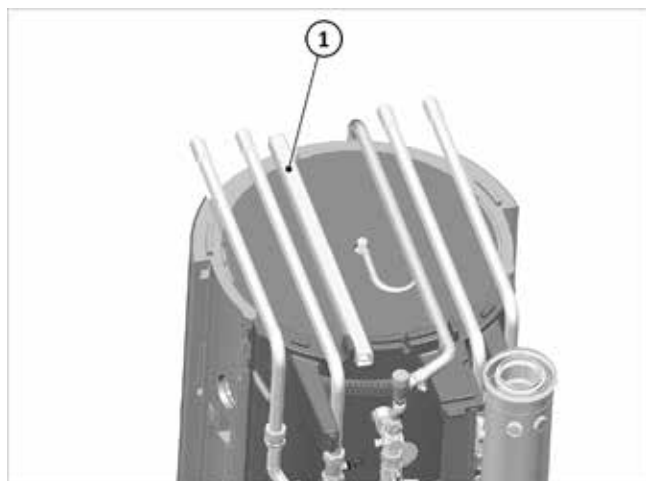

Fig. 102 : goulotte de câble
1. Faire sortir le câble Modbus du boîtier de raccordement à travers la goulotte de câble ➔ fig. 102 (1) dans la zone du couvercle.